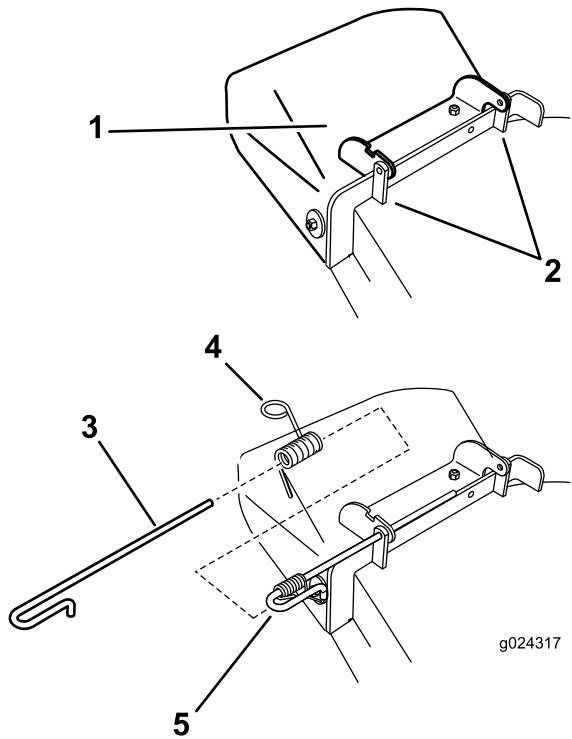

Figure 67
- Désengagez le ressort du cran dans le support de déflecteur et sortez la tige des supports soudés du tablier, du ressort et du déflecteur d'éjection (Figure 67).
3. Positionnez le nouveau déflecteur d'éjection en plaçant les extrémités du support entre les supports soudés du tablier, comme illustré à la Figure 67.
4. Montez le ressort sur l'extrémité droite de la tige. Positionnez le ressort sur la tige comme montré à la Figure 67, de sorte que l'extrémité la plus courte du ressort sorte du dessous de la tige avant le coude et passe par-dessus la tige à son retour.